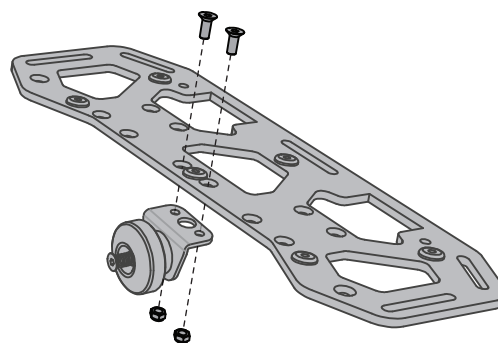

图 6. 安装快速释放钮
3. 如图 6 所示，使用两个 16 毫米螺丝和两个尼龙自锁螺母将一个快速释放钮安装至货架。将螺丝拧紧至 **6.0 牛米（4.4 英尺磅）**。